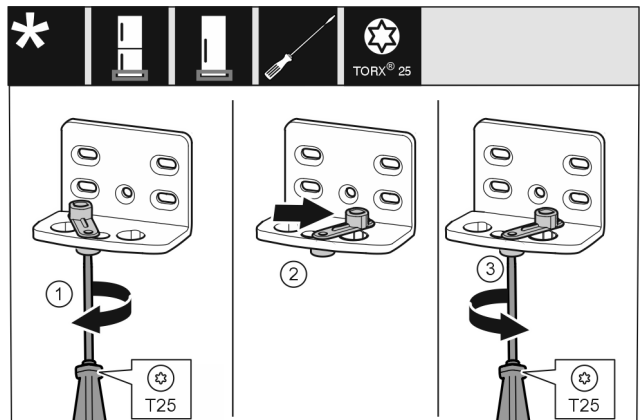

Fig. 14
- ▶ Skruva in skruven lite löst med skruvmejsel T25. Fig. 14 (1)
- ▶ Lyft på dörrstängningsautomatiken och vrid den 90° åt höger i hålet. Fig. 14 (2)
- ▶ Dra åt skruven med skruvmejsel T25. Fig. 14 (3)